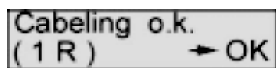

图 12-79 BT200 测试显示 - 1R
- 5) 如果测试正常进行, 会显示如图 12-79 (表示 1 端安装了终端电阻, 安装没有完成) 和图 12-72 (表示 2 端安装了终端电阻, 安装完成) 两个界面中的一个。